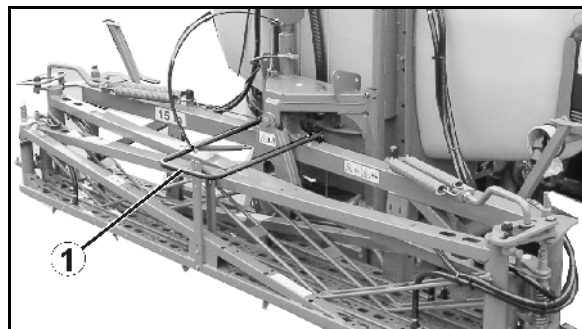

Fig. 9
- Transportlås (Fig. 9/1) på **Q-plus-**bommen for å sikre mot utilsiktet utfolding